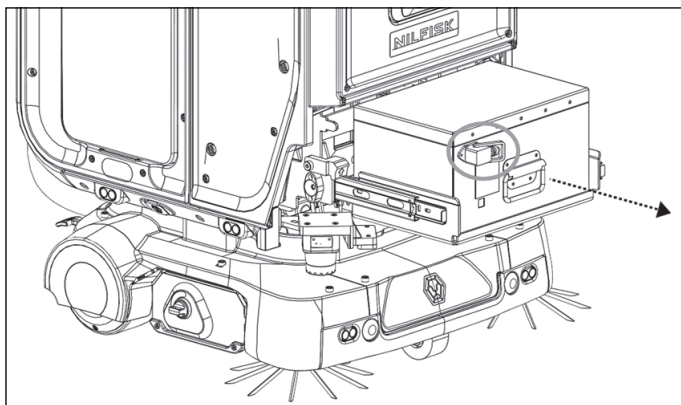

Abbildung 69
2. Trennen Sie den Akkustecker vom Akku, indem Sie am Griff des Akkusteckers ziehen. Eventuell muss man fest ziehen **(Abb. 69)**.
3. Heben Sie die Verriegelung des Akkufachs an und ziehen Sie gleichzeitig den Akkugriff in Richtung der Vorderseite des Roboters; das Akkufach gleitet heraus **(Abb. 69)**.